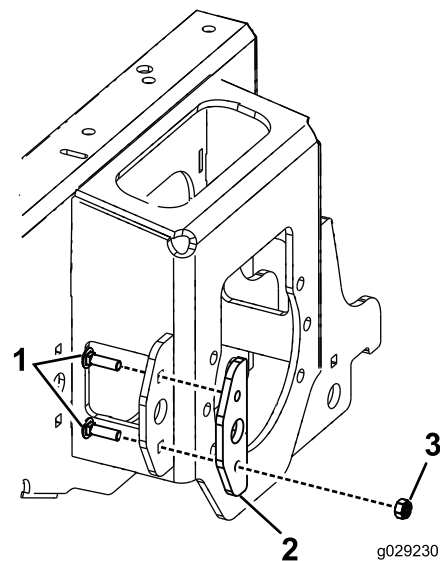

Figura 1
8. Instale la chapa de desgaste en la cara externa del soporte de elevación delantero existente con los pernos de cuello cuadrado y la tuerca M10 (Figura 1).